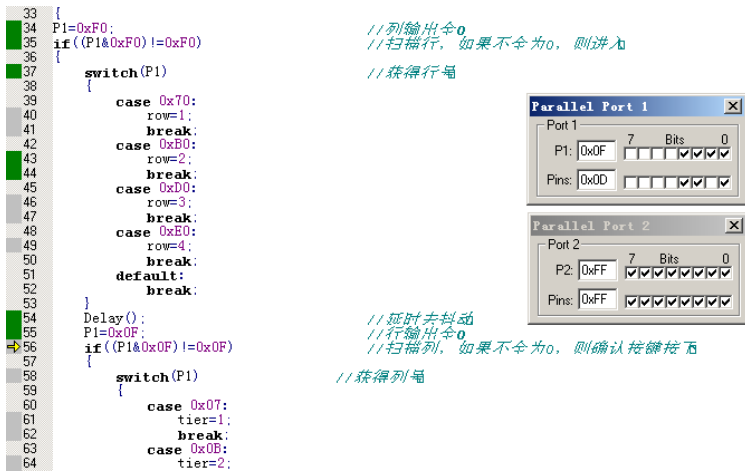

图 23-17 按键的列号输入
- (3) 按 F11 键, 继续单步执行, 跳过 Delay 函数。
- (4) 执行到列扫描的地方, 此时按照前面的表 23-2 的定义, 列号为 3 的输入引脚是 P1.1。因此, 将并口 1 仿真面板的 P1.1 端口设置为低电平, 如图 23-17 所示。